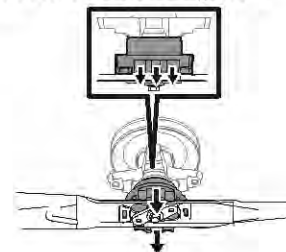

Figure 51
6. Vous entendrez un déclic lorsque la lame s'enclenche bien. Voir Figure 51.